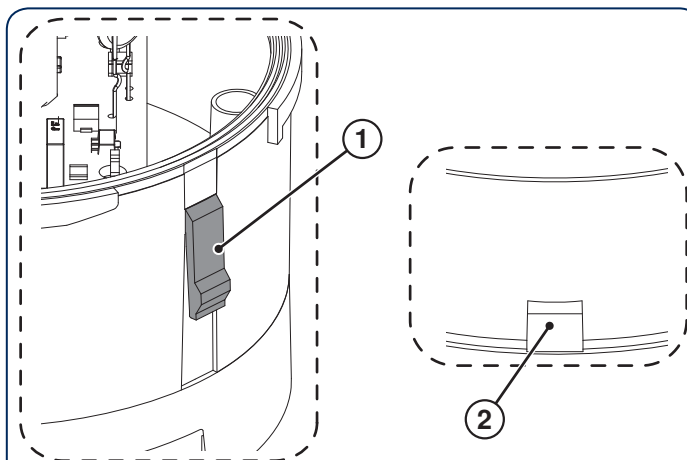

Fig. 10
✎ Sulla base calotta è presente una linguetta di bloccaggio (Fig. 10 rif. ①) che si deve accoppiare con l'incasso ricavato sulla calotta (Fig. 10 rif. ②).